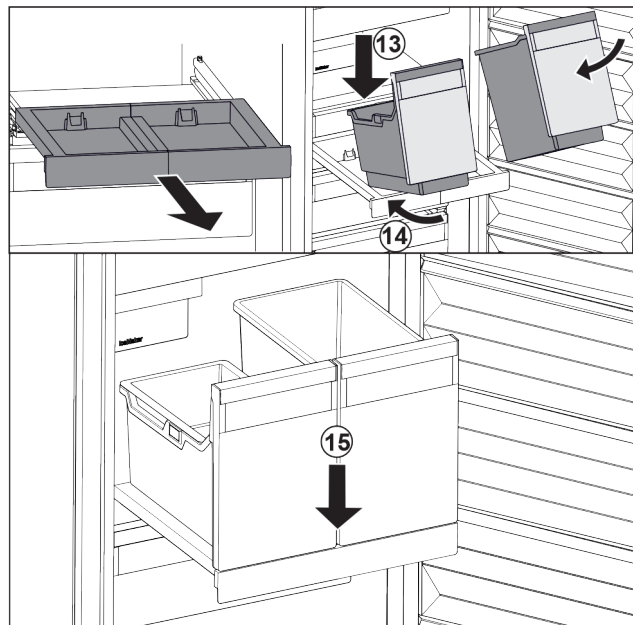

Fig. 200
- Stavite spremnik ukoso na izvlačnu ploču. Fig. 200 (13)
- Gurnite spremnik ukoso prema natrag. Fig. 200 (14)
- Spustite spremnik naprijed. Fig. 200 (15)